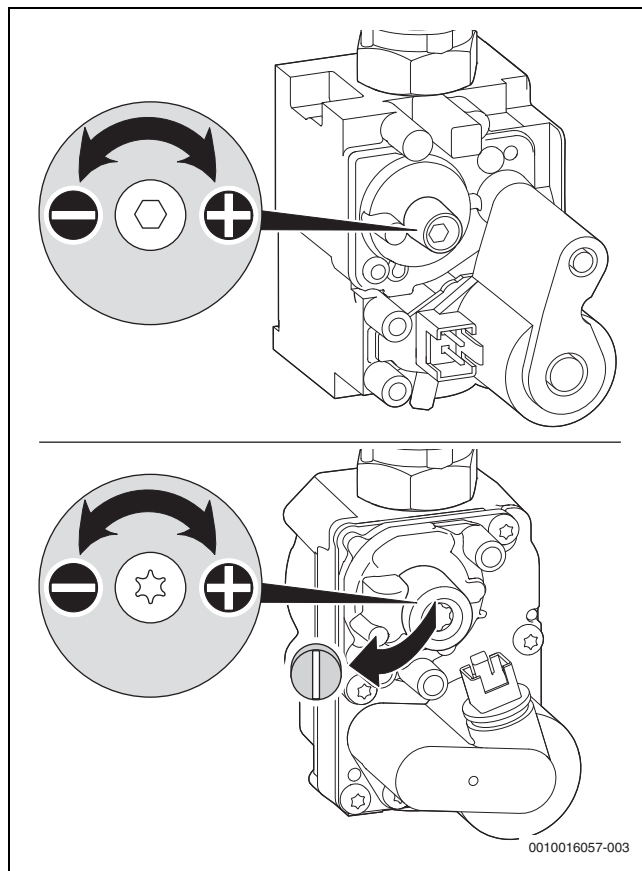

Fig. 51 Reglarea vanei de gaz
- ▶ Îndepărtați sigiliul de plumb de pe șurubul de setare al vanei de gaz (doar vana de gaz din Fig. 51) și setați conținutul de CO2 sau O2 pentru puterea termică nominală minimă.